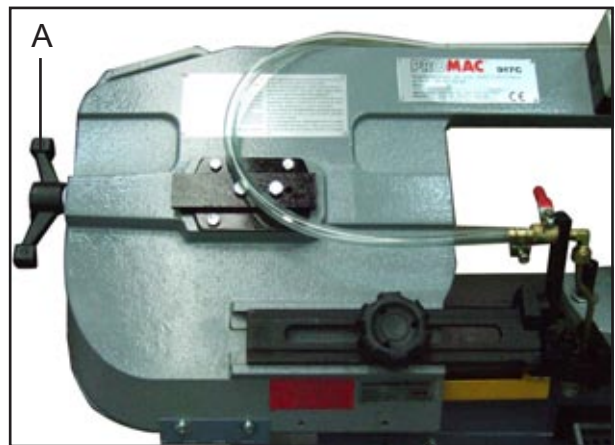

Fig. 8
4. Das Band mittels Spanngriff (A, Fig 8) 1 ¼ Umdrehungen spannen.